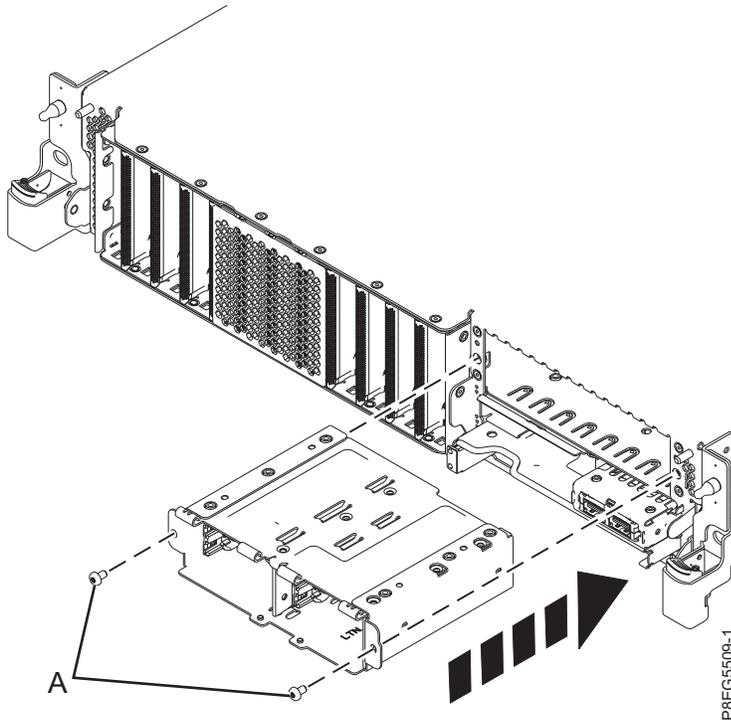

Abbildung 6. Installieren Sie den SSD-Rahmen erneut
4. Wenn Ihr System über die Plattenlaufwerk-Rückwandplatine für die Erweiterte Funktion verfügt, schieben Sie den SSD-Rahmen wieder zurück in seine Position. Setzen Sie die Schrauben (A) ein und ziehen Sie sie an. Siehe Abb. 6 auf Seite 9.